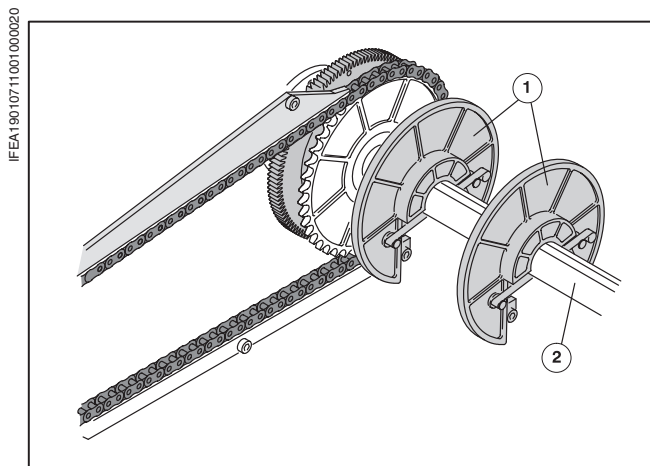

Рис. 31 Демонтаж направляющих дисков
- ❶ Направляющие диски (Рис. 31/❶) снять с вала (Рис. 31/❷).
- ❷ При наличии загрязнений очистить вал.